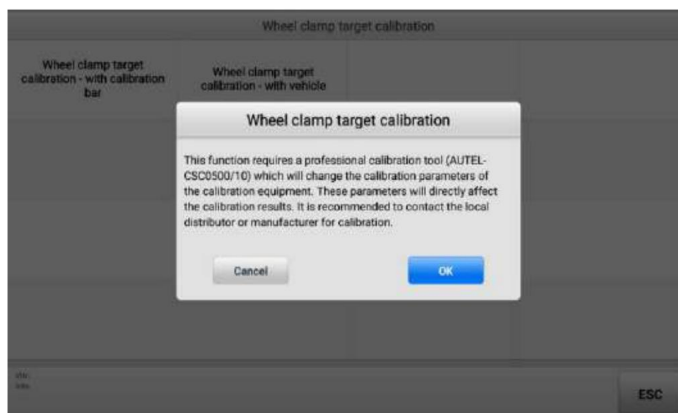

Figura 5-24 Seleccionar método de calibración
4. Seleccione Calibración del objetivo de la abrazadera de la rueda, con el vehículo desde la derecha de la pantalla. Consulte la Figura 5-24 Seleccionar método de calibración.